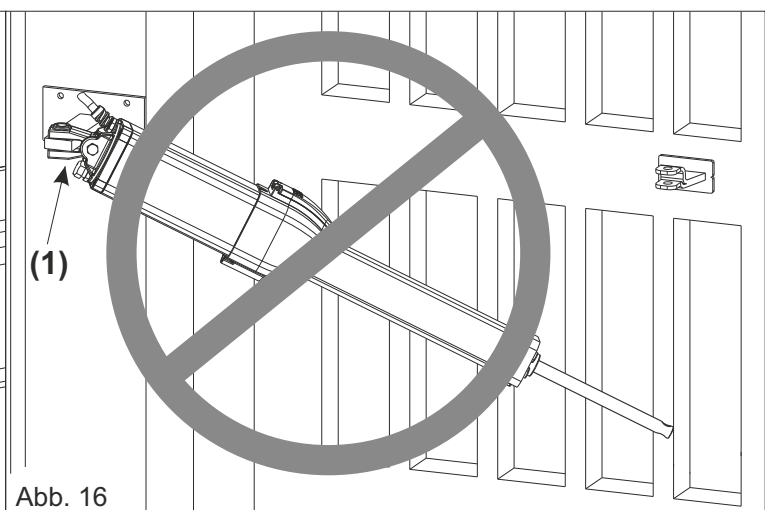

Abb. 16
**⚠ Den hydraulischen Antrieb nicht über den erlaubten Winkel der Schwinggabel (1) drücken, sie könnte dabei brechen (Abb. 16)**